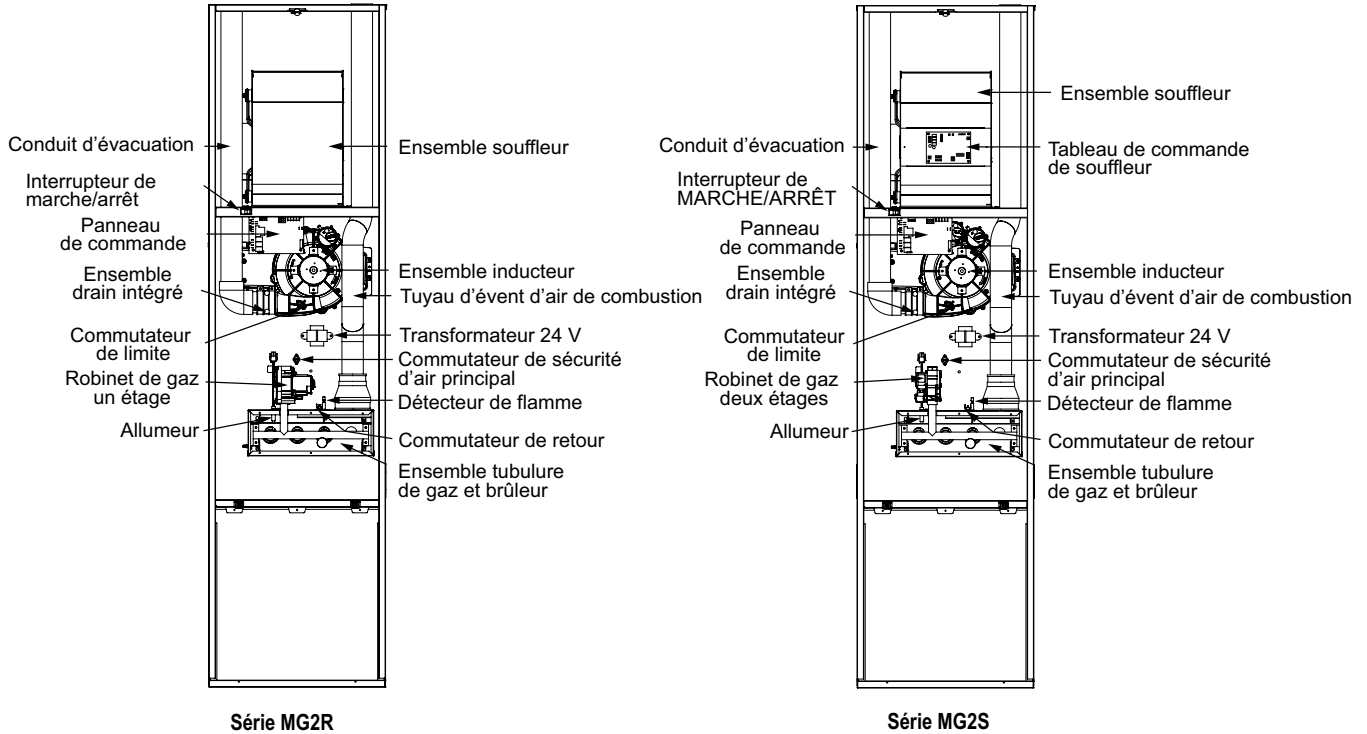

Figure 3. Composants des fournaises MG2R et MG2S
2. L'interrupteur (à l'intérieur du compartiment de souffleur) est-il en position de marche (ON)? Voyez la Figure 3, \(page 8\).
Les composants de la fournaise illustrés à la **Figure 3** facilitent l'identification et le repérage des différentes pièces de la fournaise. Il est essentiel que vous vous familiarisiez avec le robinet de gaz. Vous utilisez ce robinet pour mettre la fournaise en marche ou l'arrêter. Il n'y a aucune autre pièce réparable. Toutes les réparations doivent être effectuées par un technicien en CVC agréé.